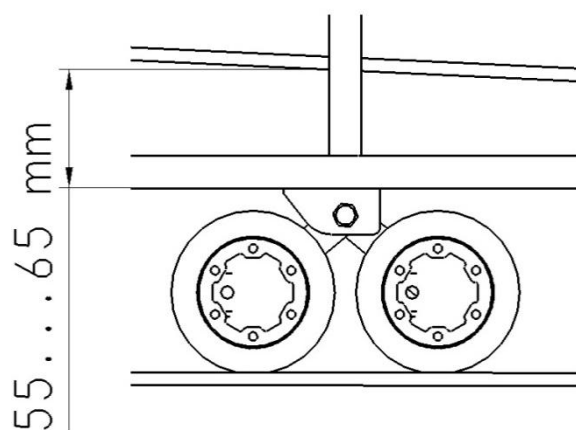

Рис. 31
2. Проверьте натяжение гусениц. Расстояние между внутренней поверхностью верхней ветви гусеницы и нижней поверхностью угольника рамы у второго кронштейна крепления катков балансиров впереди по ходу снегохода должно быть 55...65 мм (рис. 31);